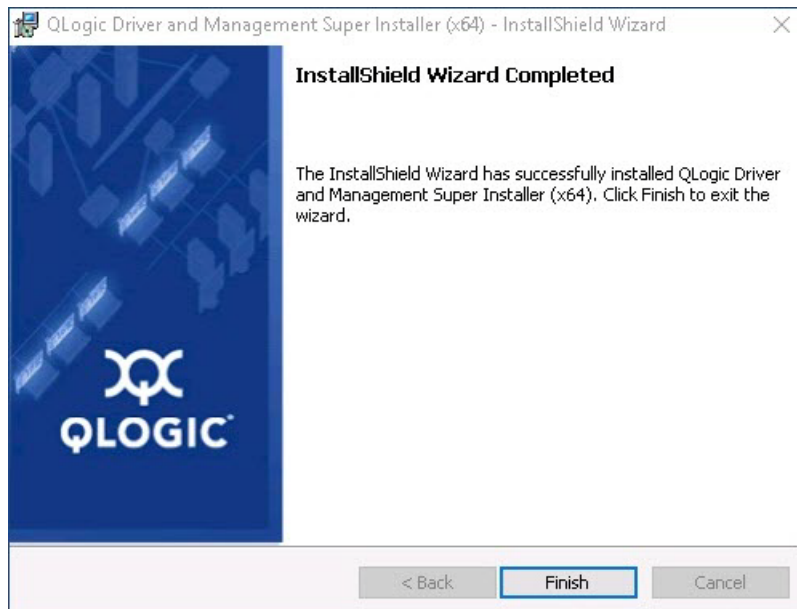

Ilustración 3-7. Asistente InstallShield: Ventana Completed (Completada)
8. Cuando finalice la instalación, aparecerá la ventana InstallShield Wizard Completed (Asistente InstallShield completado) (Ilustración 3-7). Haga clic en **Finish** (Finalizar) para retirar el instalador.